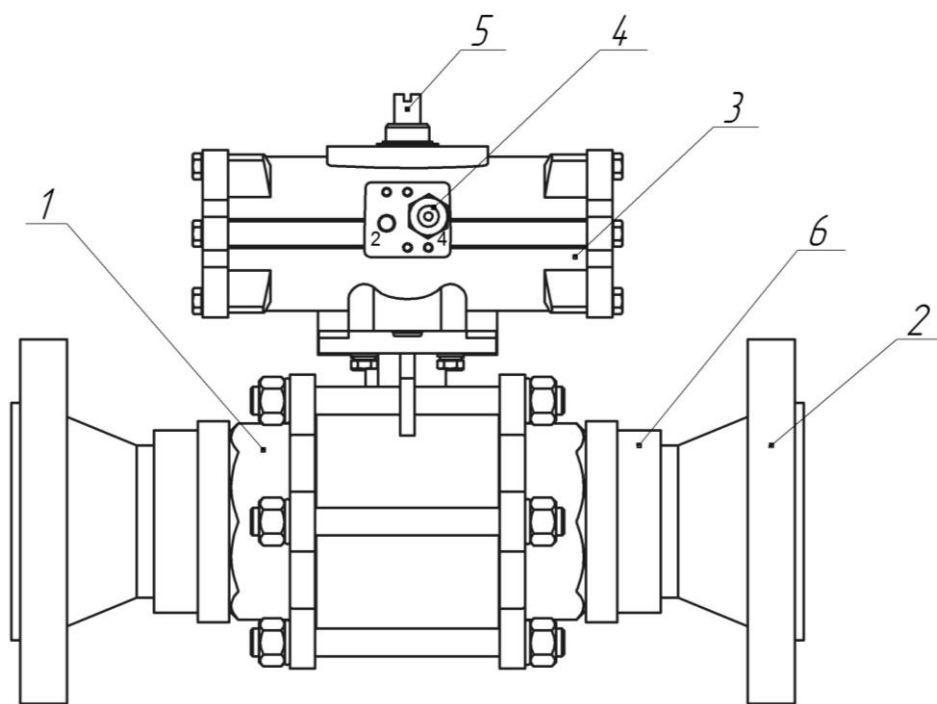

Рисунок 1.3 – Устройство РУС-Ш
Для устройства распределительного без пускового узла внешние подключения осуществляются следующим образом. На вход 4 (см. рис. 1.3) пневмопривода производится подача сжатого воздуха от пускового узла для открытия распределительного устройства. На вход 2 (см. рис. 1.3) пневмопривода осуществляется подача сжатого воздуха от пускового узла для закрытия распределительного устройства.
При отсутствии пневматического подключения к входу 2 пневмопривода (поз. 3 рис. 1.3) закрытие распределительного устройства осуществляется вручную.
Подвод воздуха к устройству рекомендуется выполнять медной трубкой 12x1, для которой в составе устройства предусмотрен один обжимной штуцер (поз. 4 рис. 1.3). При необходимости дополнительных подключений, а также при необходимости подвода воздуха другим способом, подключение производится непосредственно к резьбовым отверстиям 2 и 4 пневмопривода (поз. 3 рис. 1.3).
2.3.4 Надежно закрепить устройство на трубопроводе: состыковать фланцы устройства и трубопровода, совместить крепежные отверстия фланцев, затянуть болтами. При монтаже использовать уплотнительную прокладку. Зафиксировать подвижный фланец на устройстве стопорной гайкой (поз. 6 рис. 1.3).